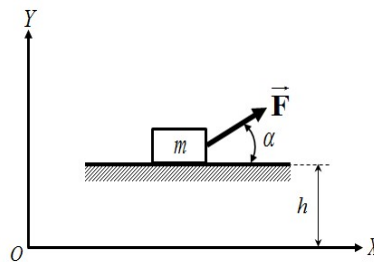

Рис. 1
1. Створіть в програмі Mathcad математичну модель руху твердого тіла по нерухомій горизонтальній опорній поверхні під дією постійної сили (рис. 1). Розмірами твердого тіла можна нехтувати. Рух твердого тіла розглядати як рух матеріальної точки масою m , що відбувається в площині OXY . Дано: параметр $h=1$ м; маса тіла $m=5$ кг; модуль сили $F=100$ Н; кут $\alpha=15^\circ$; початкове положення центру мас тіла $x_0=1$ м; початкова швидкість тіла $\dot{x}_0=0$ м/с; коефіцієнт тертя $f=0,2$; час спостереження за рухом $T_n=2$ с.
3. Створіть модель руху плоского механізму, кінематична схема якого показана на рис. 1, в SolidWorks Motion. Час спостереження за рухом механізму = 5 с.